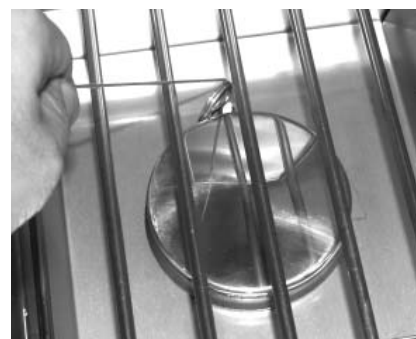

Fig. 14-2 - Éclairage manuel
2. Insérez un allumeur brûlant de butane de long-baril, une allumette brûlante de long-tige, ou une allumette brûlante tenue par un support de prolongation de fil par la grille à cuire s'ouvrant au brûleur (fig. 14-2). Tenez la flamme contre le bord du brûleur.
4. Si le brûleur ne s'allume pas, enfoncez immédiatement le bouton et tournez la valve à AU LOIN. ATTENDEZ CINQ (5) MINUTES avant de répéter les étapes 2 à 4 des instructions manuelles d'éclairage.